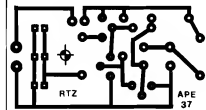

Fig.3
- FIG. 3 - LAY OUT DO CIRCUITO IMPRESSO ESPECÍFICO - Sem muito "segredo", já que trilhas e ilhas são poucas (proporcionais ao pequeno número de componentes...) e dispostas com relativa "folga"... Na verdade, o circuito em si poderia ser implementado sobre uma plaquinha medindo 1/3 ou até 1/4 das dimensões mostradas pelo lay out, entretanto, certos aspectos do próprio arranjo final da montagem e do acoplamento eletro-mecânico
- FIG. 6 - ESTRUTURANDO O ROBOZINHO... - Se as coisas foram feitas de acordo com as recomendações inerentes às figuras anteriores, não haverá dificuldades em fixar o conjunto conforme sugere a ilustração... O suporte de pilhas tipo "canoa" apresenta, nas suas "costas", dois furos centralizados, dos quais um deverá "bater" direitinho com a posição da furação já demarcada na placa de Impresso (rever fig. 3...). Um simples conjunto parafuso/porca